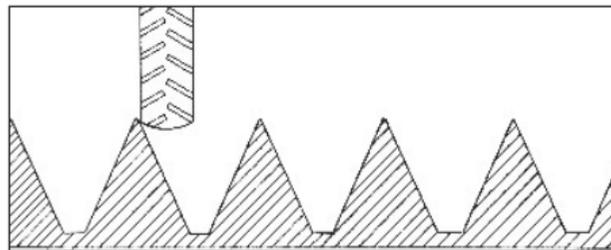

Figura 6
- 03 - En la Figura 6 observamos una condición no indicada de surco, porque el tractor, puede patinar.